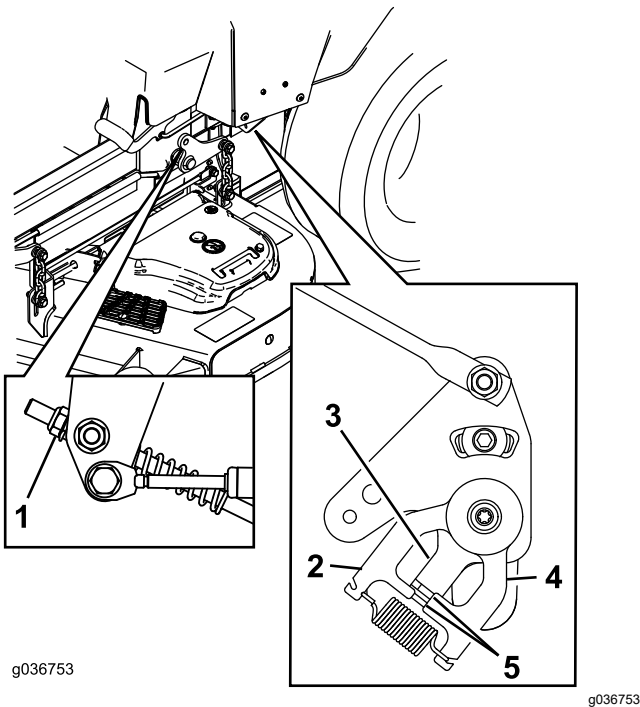

Figure 82
11. Ajuste la longitud de las varillas de control de las bombas girando la tuerca en el sentido apropiado, hasta que las ruedas se muevan ligeramente en marcha atrás (Figure 81 y Figure 82).